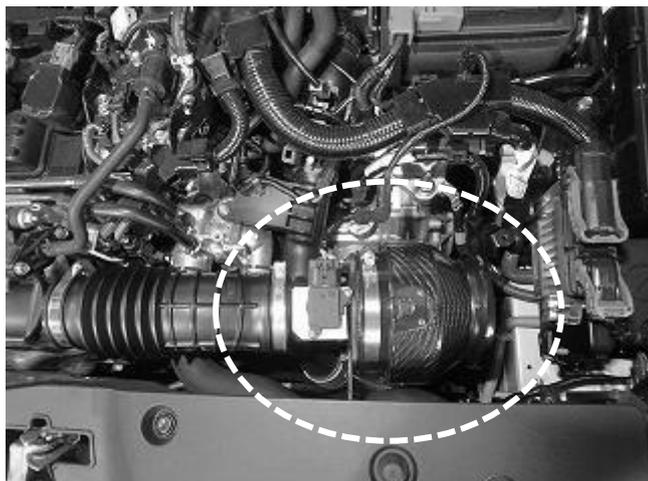

図 16
4.アタッチメントにコア(フィルター)とエアフロセンサーを取り付けます。(図 16)